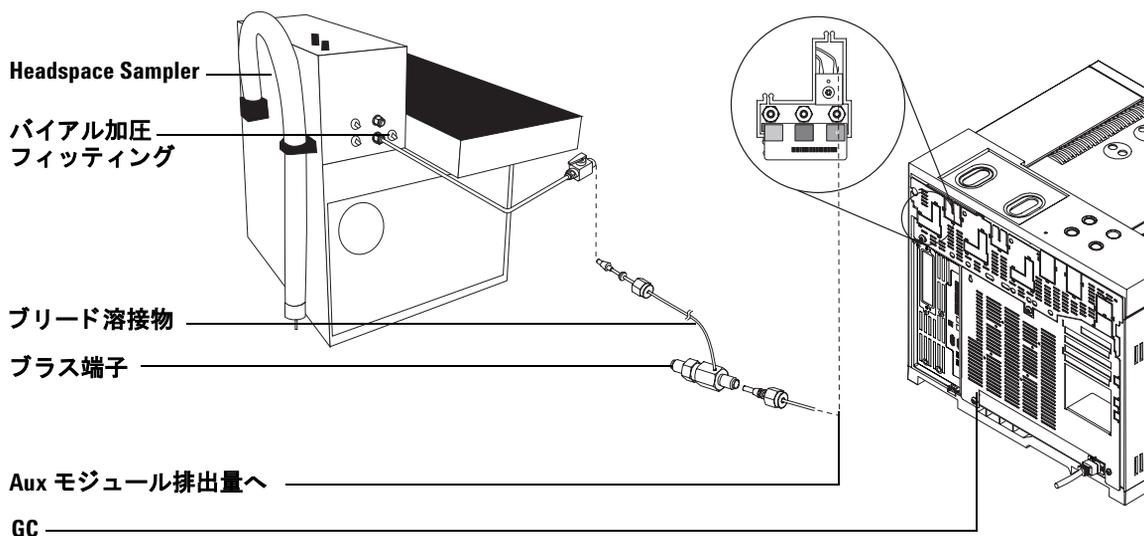

図 15 Headspace Sampler と Aux モジュールの接続
- 8 図 15 のように、チューブと Swagelok フィッティングを使用して、適切な Aux モジュール排出量、ブリード溶接物、および VIAL PRESSURE フィッティングを Headspace Sampler 背面のオン/オフバルブに接続します。ブリード溶接物のプラス端子には触らないでください。